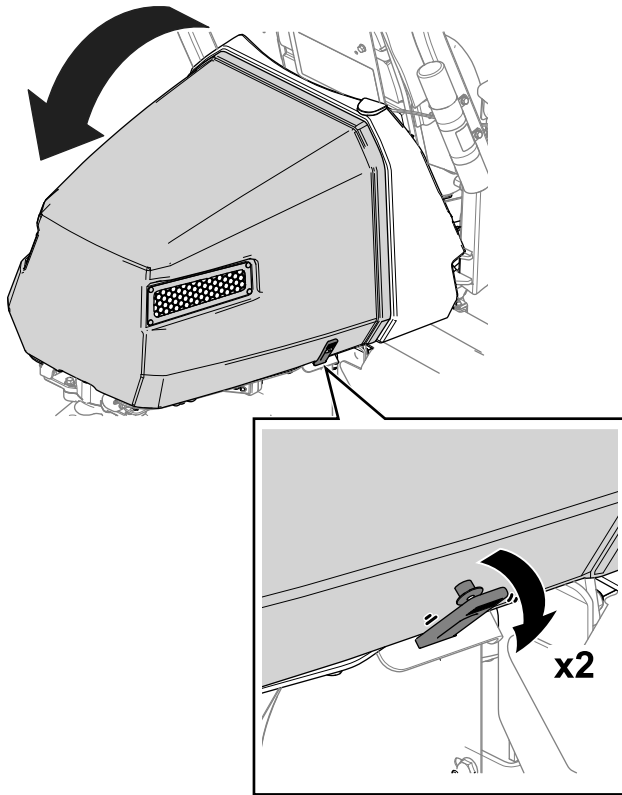

Figura 36
1. Abra los cierres en cada lado del capó (Figura 36).
2. Levante el capó (Figura 36).